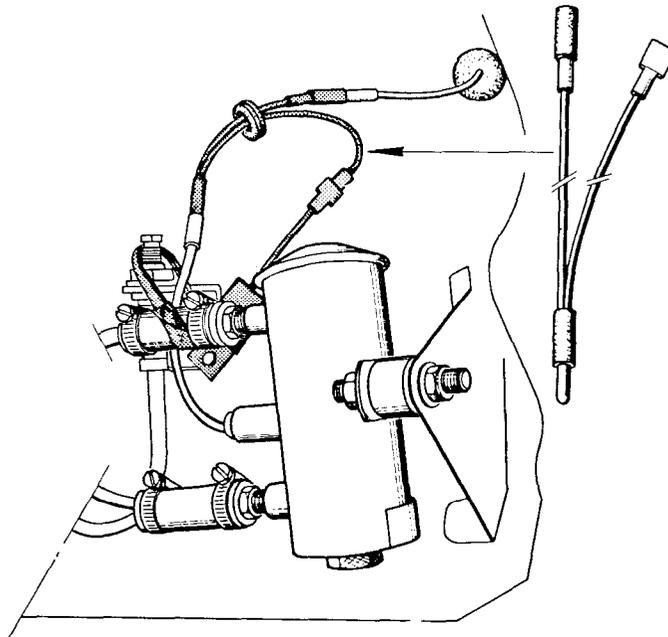

Abb. 2
- Abzwegleitung (siehe Abbildung 2) herstellen und entsprechend einbauen.